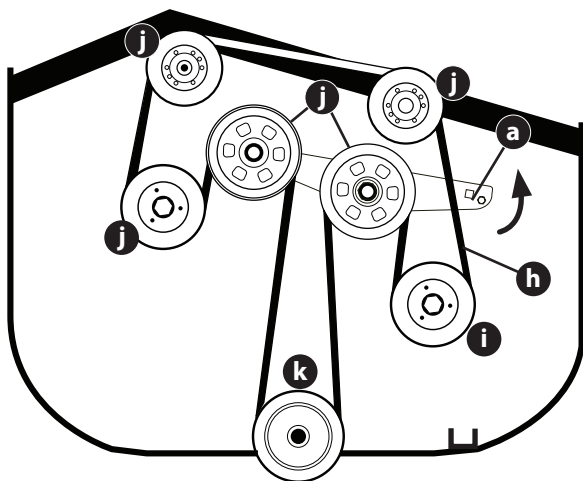

Figure 42
- En utilisant une clé de 1/2 po (12,7 mm) dans le support de poulie de tension (a), tournez la clé vers l'avant de la tondeuse et faites glisser la courroie d'entraînement de la PDF (h) hors de la poulie de l'axe droit (i) (Figure 42).
- Tout en maintenant le support de la poulie de tension, desserrez la courroie de la prise de force autour des poulies (j) et de l'embrayage de la prise de force (k) et faites glisser la courroie pour l'éloigner des poulies (Figure 42).